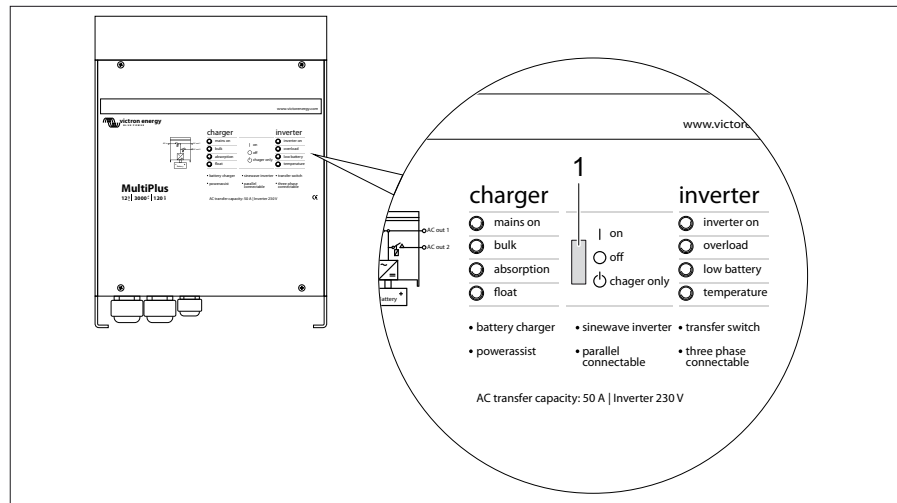

Bild 244 Wechselrichter MultiPlus
Zur ordnungsgemäßen Funktion des Digital Multi Control Panels muss der Kippschalter am Wechselrichter MultiPlus (Bild 244,1) auf "on" stehen.
Stellungen des Kippschalters (Bild 244,1)
- ▷ Liegt kein 230-V-Anschluss an und das Fahrzeug wird länger nicht benutzt, muss der Kippschalter (Bild 244, 1) auf "off" stehen. Ansonsten kann es sein, dass die Batterien nach spätestens 3-4 Tagen leer sind.